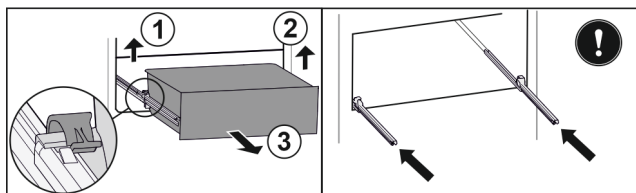

Fig. 149
- ▶ 提起左侧夹子，同时将抽屉左侧向前拉。 Fig. 149 (1)
- ▶ 提起右侧夹子，同时将抽屉右侧向前拉。 Fig. 149 (2)
- ▶ 朝前取出抽屉。 Fig. 149 (3)